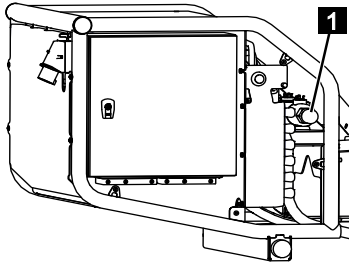

Fig. 184
6. Après le mode de secours, déverrouiller la vanne (Fig.184/1) dans le sens inverse des aiguilles d'une montre et revisser le capot.